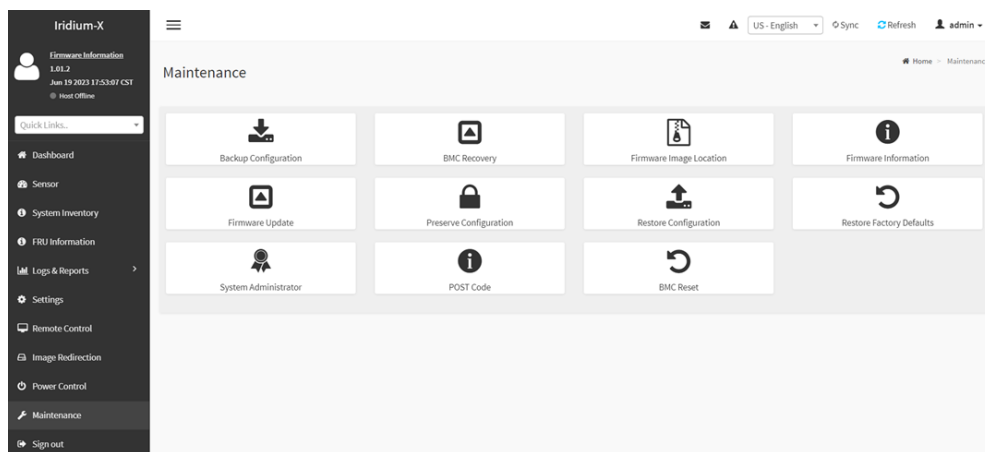

Рисунок 44 - Раздел «Maintenance»
9) Раздел «Maintenance» содержит настройки и информацию о BMC (см. Рисунок 44).